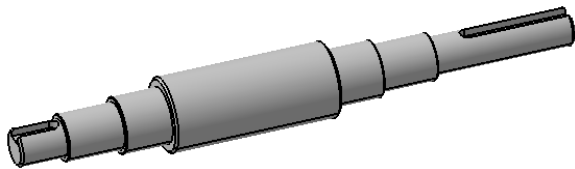

图 3-74 轴
7. 完成轴的建模, 如图 3-74 所示。复习旋转体、开槽、基准平面、倒角等工具的应用。详细绘制步骤可参阅“素材文件\第 3 章\ex\轴.PDF”文件。